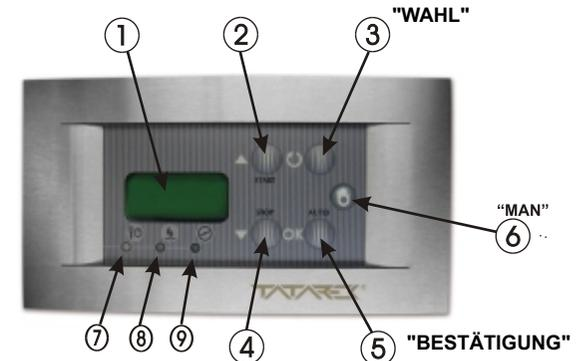

Abb. 2: Ansicht der Schalttafel
1. An die Steuerung kann man ein Aussensteuergerät von Kohlenoxid (CO) anschliessen. Im Notfall wird die Drosselklappe geöffnet. Dadurch verbessert sich Raumventilation und schaltet sich Alarmsignalisierung in der Steuerung ein.
Auf der Schalttafel (Abb.2) befinden sich Steuerelemente der Steuerung. Im Ruhestand leuchtet nur die grüne Kontrolldiode (7). Die Einschaltung der Steuerung erfolgt nach der Öffnung der Feuerstellentür. Die Schliessung der Tür startet den Verbrennungszyklus, was mit der grünen Diode (8) signalisiert wird.